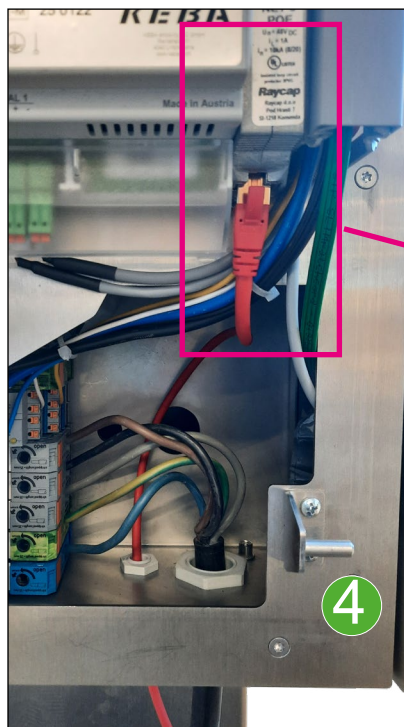

Abb. 36: Anschluss Kommunikation DCW15
- 3. Die RJ45-Stecker von Kommunikation (LAN) gemäß Abb. 36 anschließen.